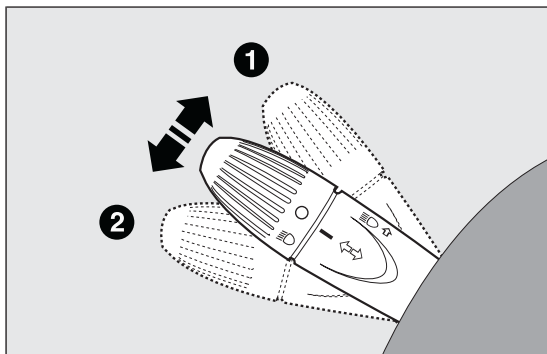

РИС. 47
- вверх (положение 1 РИС. 47): включается правый указатель поворота;